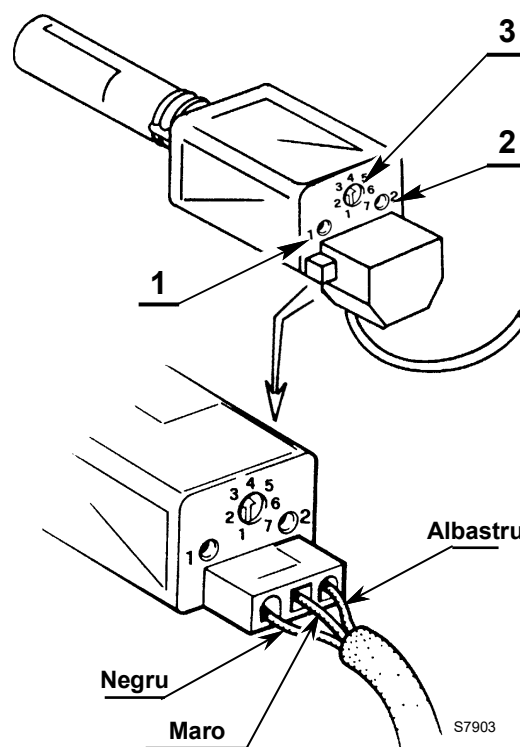

Fig. 14
- potențiometrul 3)(Fig. 14) reglează sensibilitatea.
- Ledul 1)(Fig. 14) indică sensibilitatea.
- Ledul 2)(Fig. 14) indică funcționarea.
- Acționați potențiometrul index 3)(Fig. 14) rotindu-l în sens antiorar până când ledul 1)(Fig. 14) clipește, definind astfel valoarea minimă a creștăturii.
- Acționați asupra potențiometrului index 3)(Fig. 14) prin rotire în sensul acelor de ceasornic până când LED-ul 1)(Fig. 14) are o luminozitate stabilă.